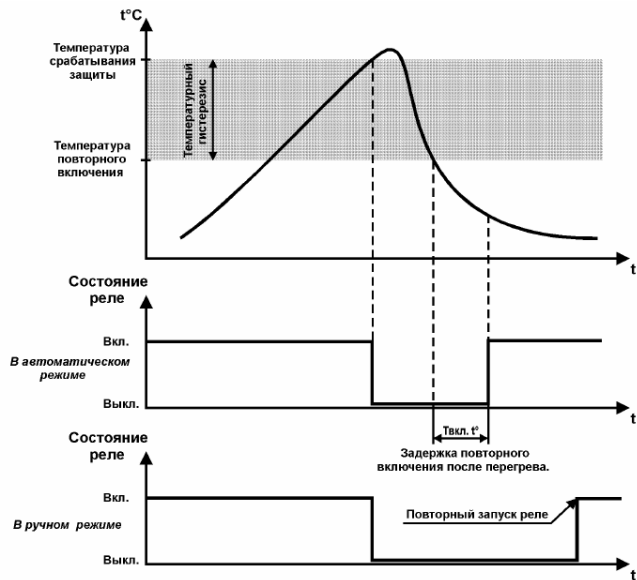

Рис. 4. Работа канала контроля температуры объекта
Контролируемое при работе текущее сопротивление термодатчика, пропорциональное температуре объекта, сравнивается микроконтроллером с заданными при калибровке канала граничными значениями: сопротивлением датчика в точке срабатывания термозащиты и сопротивлением датчика в точке ее отпускания. В зависимости от результатов сравнения формируется алгоритм дальнейшей работы прибора, графически представленный на рис. 4.
4.2.2 При необходимости изменения значения **времени задержки включения реле после перегрева** $T_{\text{вкл.т}}$ (см. рис. 4) установите на коммутаторе XP1 переключку в положение «2».